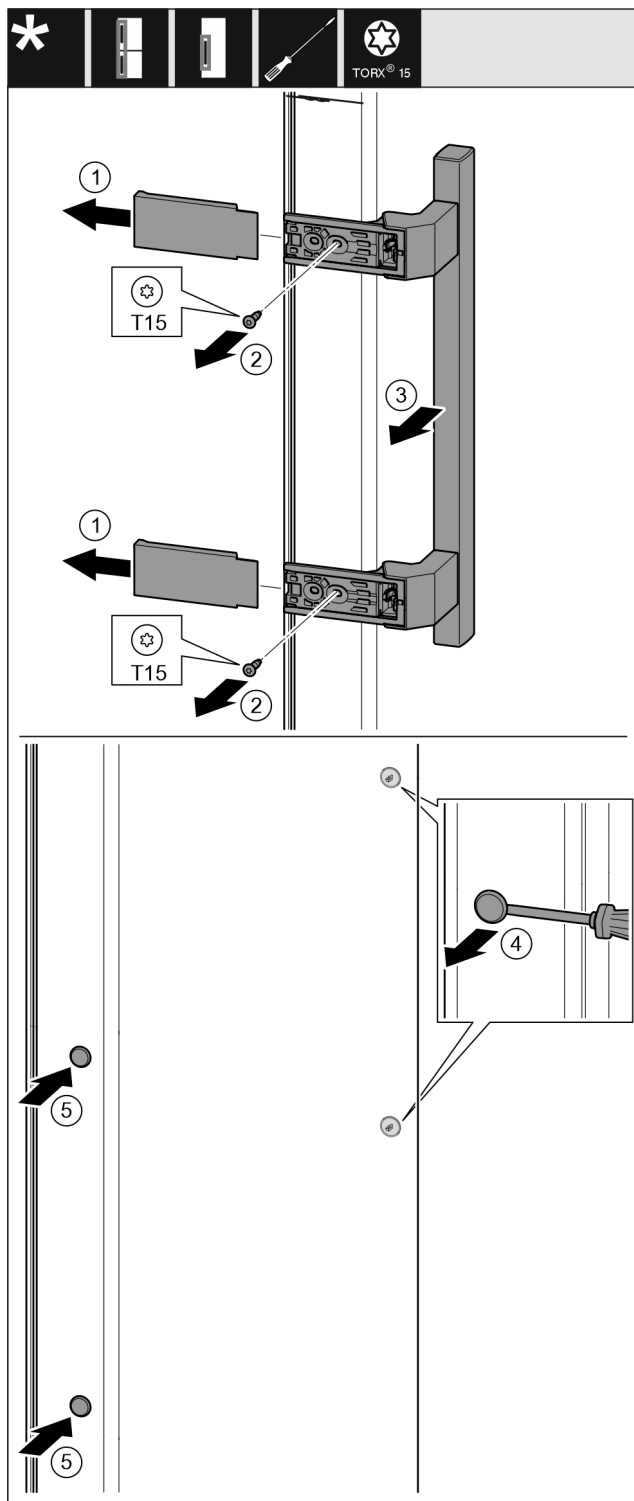

Fig. 11
- ▶ Rimuovere la copertura. Fig. 11 (1)
- ▶ Svitare le viti con un cacciavite Torx 15. Fig. 11 (2)
- ▶ Rimuovere la maniglia. Fig. 11 (3)
- ▶ Sollevare il tappo laterale con cautela con un cacciavite a taglio e estrarlo. Fig. 11 (4)
- ▶ Reinscrivere il tappo sull'altro lato. Fig. 11 (5)